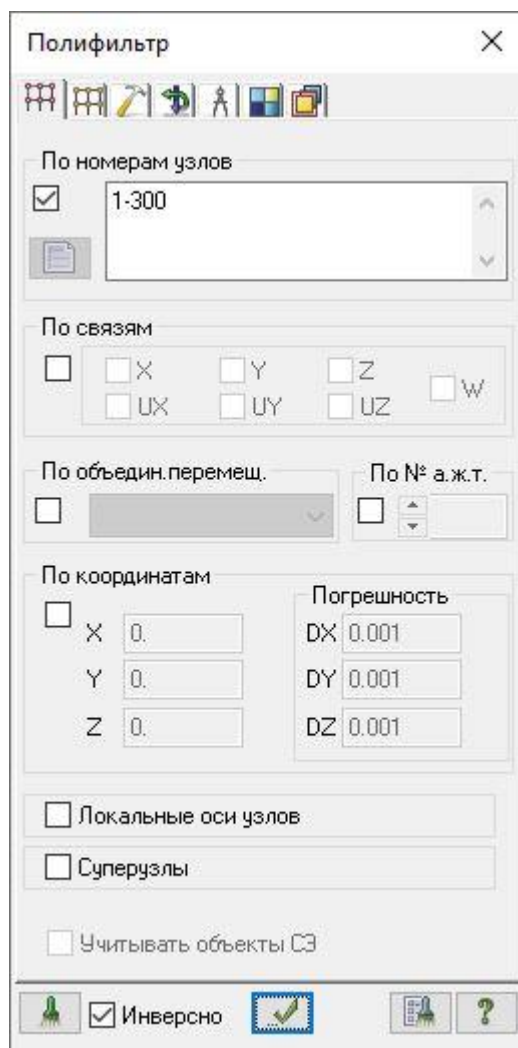

Рис.6.5. Диалоговое окно **ПолиФильтр**
- Щелчком по кнопке  – **ПолиФильтр** на панели инструментов **Панель выбора** (по умолчанию находится в нижней области рабочего окна) вызовите диалоговое окно **ПолиФильтр** (рис.6.5).